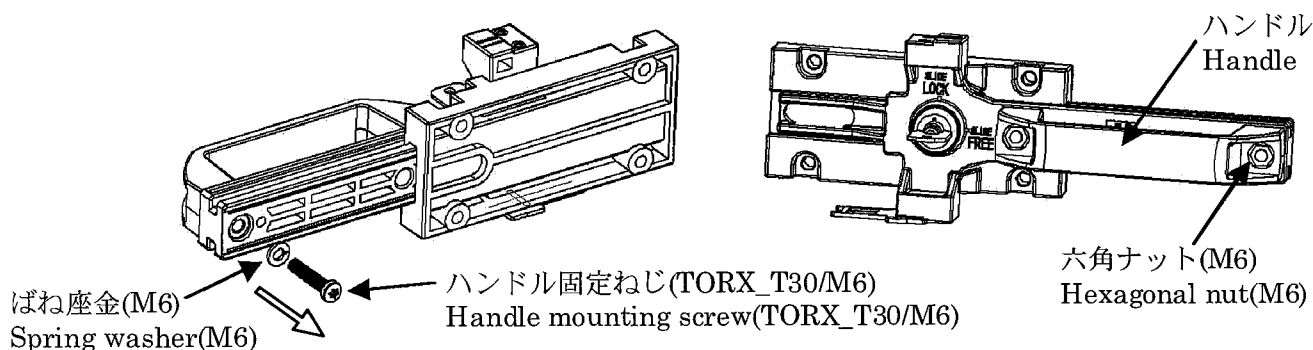

図 1 Fig.1
- ・ハンドル固定ねじを取り外す際に、バネ座金、六角ナットを紛失しないよう注意してください。(図 1)
- ・Be careful not to lose the spring washer and hexagonal nut when remove the handle mounting screw.(Fig.1)